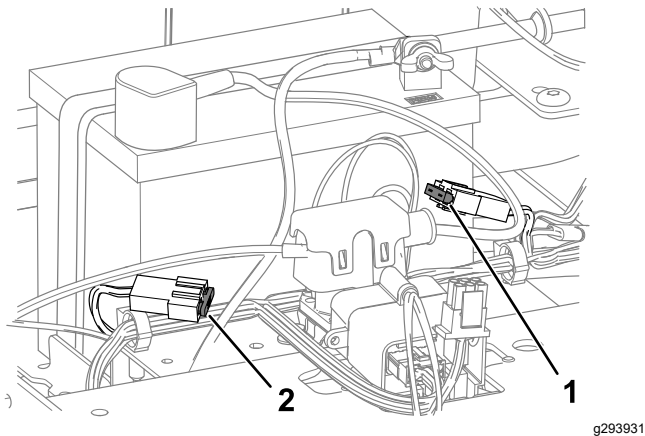

Figura 52
4. Para cambiar un fusible, tire del mismo para retirarlo (Figura 52).